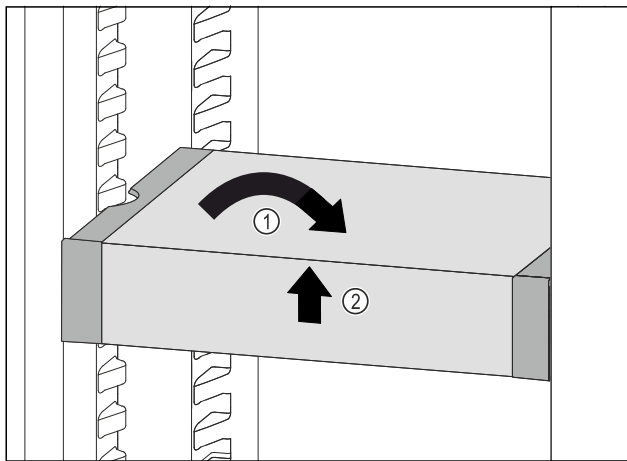

Fig. 84
- VarioSafe gerade stellen. Fig. 84 (1)
- VarioSafe vorne anheben. Fig. 84 (2)